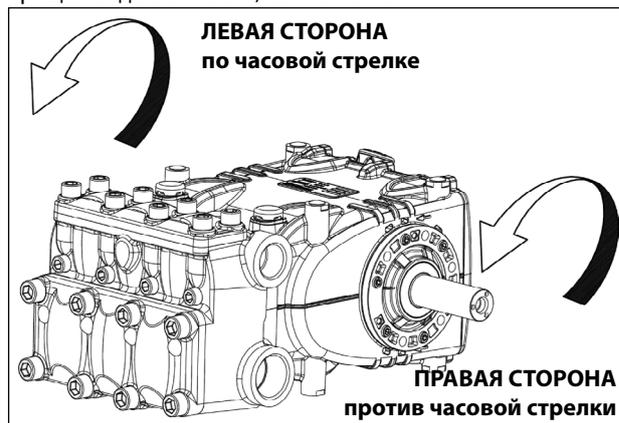

Рис. 5
Если стоять лицом к торцу насоса, то направление вращения должно быть, как на Рис. 5.
**ПРИМЕЧАНИЕ** На Рис. 5 изображена правосторонняя версия.